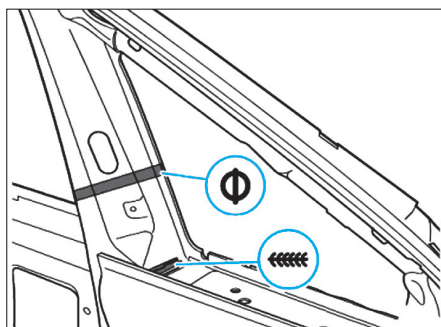

FIG. 26
- Effectuer la soudure en bord à bord des zones d'accostage par point sur point sous gaz de protection (Fig.26).